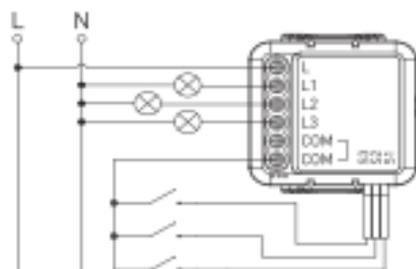

Рисунок 2.7
- с тремя выключателем (см. рисунок 2.7);